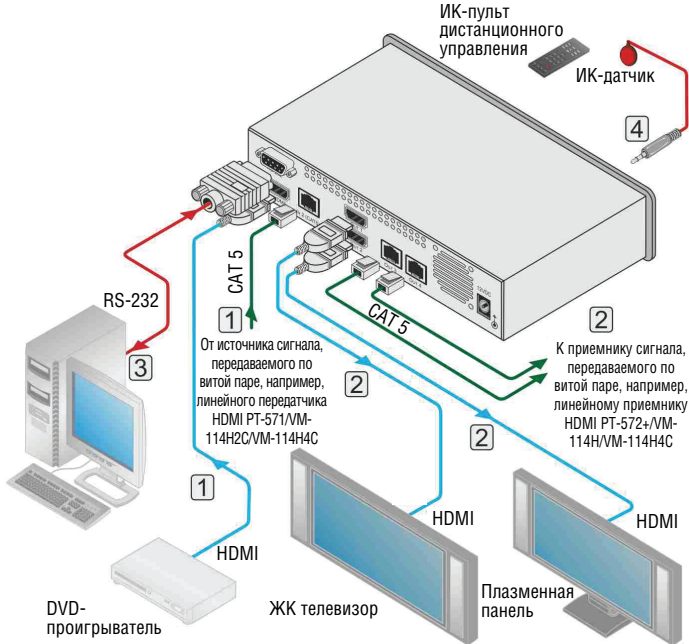

Рис. 3. Подсоединение VM-114H2C
Для того чтобы подсоединить VM-114H2C в соответствии с примером, приведенном на рис. 3 (сетевой адаптер не показан):
7. Подсоедините сетевой адаптер к разъему питания на **VM-114H2C** и сети электропитания (не показано на рис. 3).
Как показано на рис. 3, имеется возможность подключения PC (или другого контроллера с последовательным интерфейсом) напрямую к **VM-114H2C** для управления **VM-114H2C**.